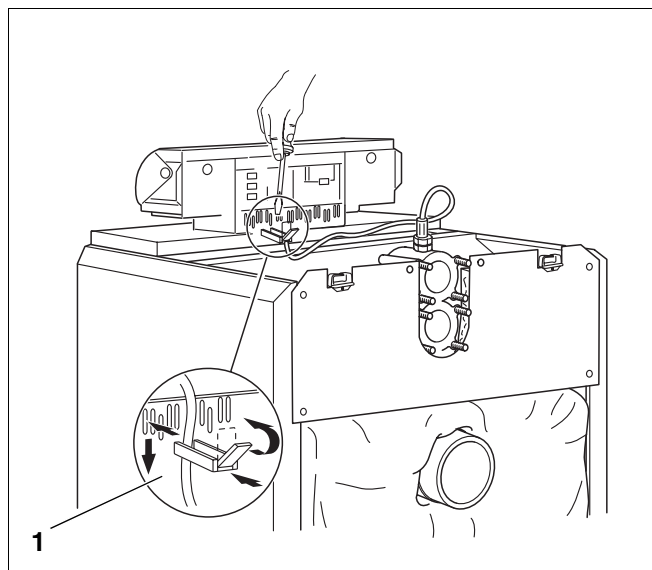

Fig. 47 Festing av de elektr. forbindelsesledningene
- Sett kabelklemmene med ilagt ledning inn i klemmerammen og sikre dem ved å vri spaken rundt (fig. 47, **pos. 1**).